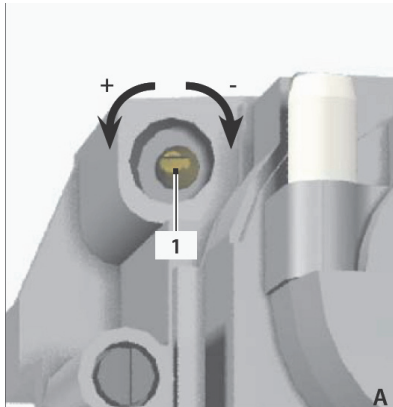

fig. 27
- agendo sulla vite di regolazione (rif. 1 - fig. 27) portare i valori della CO2 a quelli indicati;